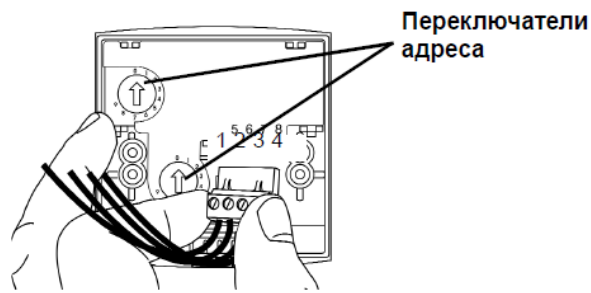

Рисунок 2 – Подключение терминала к разъему печатной платы
2. Установите адрес извещателя согласно проектной документации. Используйте отвертку с плоским шлицем, чтобы установить декадные переключатели адреса в необходимое положение, соответствующее номеру в пределах 01 – 99 (рисунок 2).